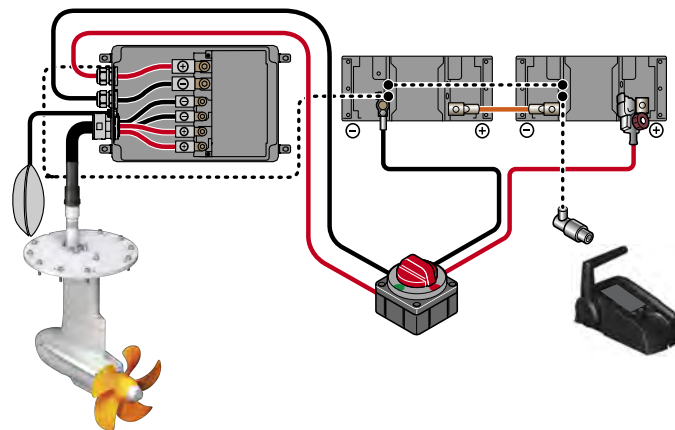

Fig. 58: Diagrama elétrico da Power 26-104
2. Ligue os restantes cabos às baterias, **consultar "Fig. 58: Diagrama elétrico da Power 26-104"**.